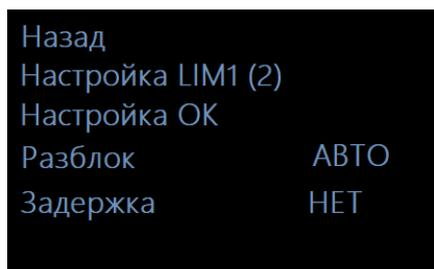

Рисунок 13 - Меню «Настройка порогов»
2.3.1.3 Если необходимо изменить настройки порогов, необходимо клавишами [ВВЕРХ]/[ВНИЗ]/[ОК] выбрать пункт меню «Параметры > Настройка порогов» и нажать клавишу [ОК]. Прибор перейдет в меню «Настройка порогов» (рисунок 13), где имеется возможность выбора режима разблокировки реле (АВТО / ВРУЧН) и задержки при старте (НЕТ / 20с):